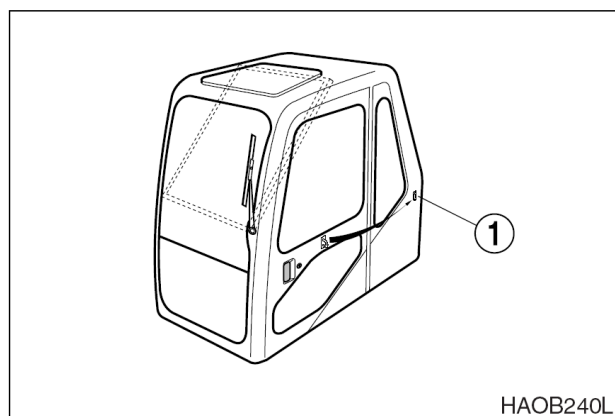

Рис. 117
- Дверная защелка (1, рис. 117) используется для крепления открытой двери к стенке кабины.